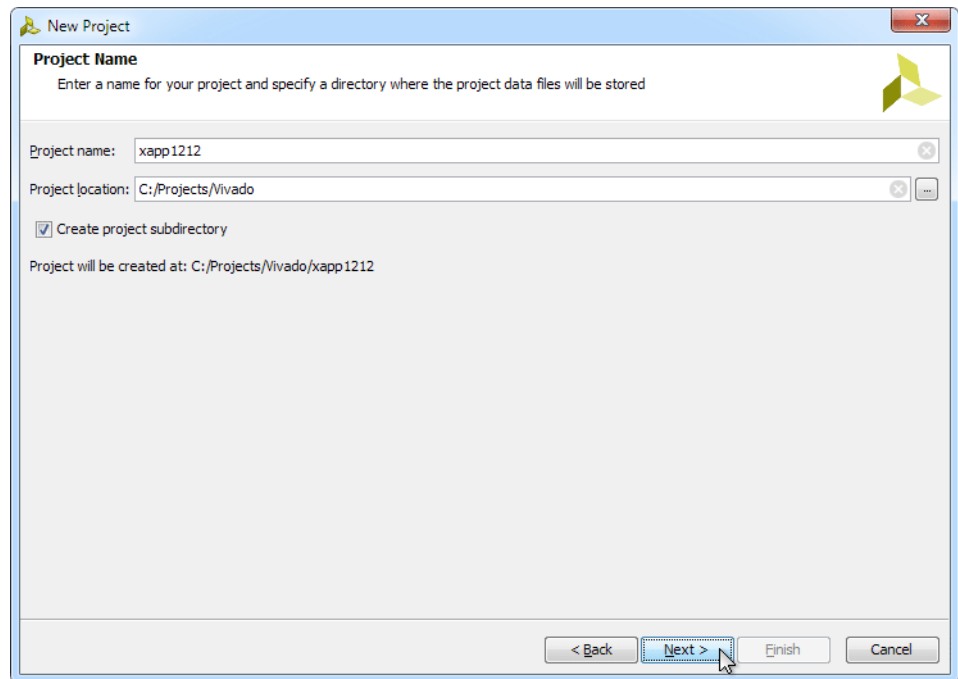

図 3 : 新しいプロジェクトの名前を設定
3. プロジェクト名とパスを選択して [Next] をクリックします (図 3)。